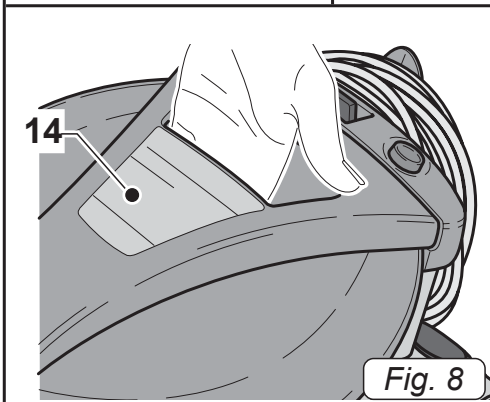

Fig. 8
- Per il suo sollevamento inserire le dita della mano nell'apposita maniglia (14 Fig.8) ricavata sulla parte superiore del coperchio.